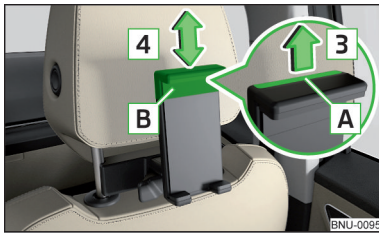

Fig. 136
► Pentru **adaptarea înălțimii suportului**, trageți curelușa de siguranță **A** în sensul săgeții **3** și deplasați piesa **B** în sensul săgeții **4** în poziția dorită » fig. 136.